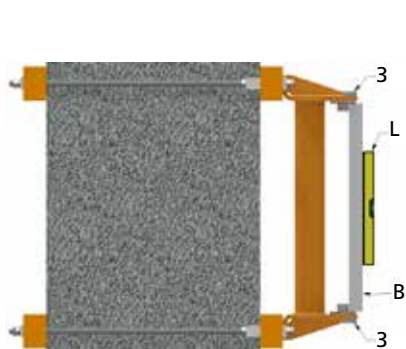

fig.38a
- c. Verifique la verticalidad del eje de rotación, utilizando para esta operación un nivel de burbuja L y una barra B que se apoyará directamente en los pernos de rotación 3 (fig. 38a - 38b).